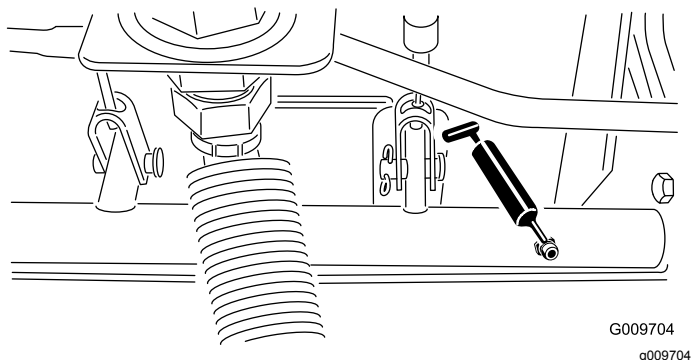

Рисунок 58
- Подшипники шарниров тормозных валов (5 шт.), как показано на Рисунок 58.